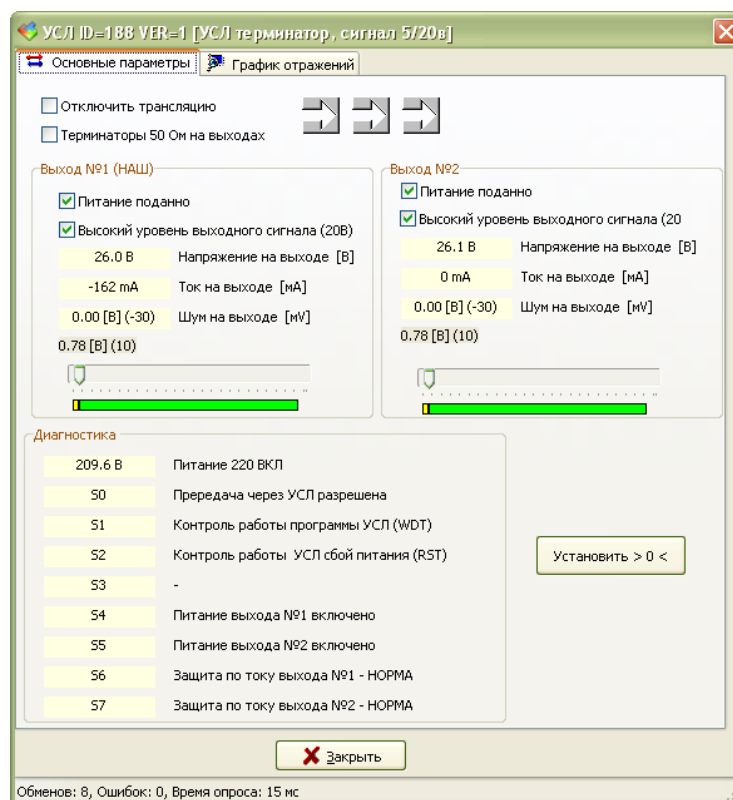

Рисунок 13 - Окно «Тест»
4) Выбрать найденный УСЛ таблице устройств и нажать кнопку «Тест». Откроется окно с параметрами (рисунок 13).
6) Нажать на кнопку «Установить 0» в поле «Диагностика» (рисунок 13). Значение в поле «Ток на выходе» должно стать  $(0 \pm 20)$  мА.
4) Выбрать найденный усилитель УСЛ в таблице устройств и нажать кнопку «Тест». Откроется окно с параметрами (рисунок 13).
- 4) Выбрать найденный усилитель в таблице устройств и нажать кнопку «Тест». Откроется окно с параметрами (рисунок 13).